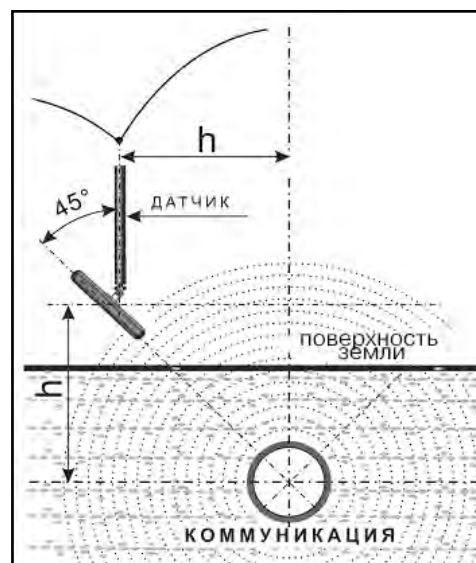

Рис. 7.1
2. При положении антенны ЭМД перпендикулярном трассе и под углом 45° к поверхности земли, минимум сигнала наблюдается на удалении от точки «над трассой», равном глубине залегания коммуникации, когда ось антенны пересекает ось трассы. Это косвенный метод измерения глубины залегания коммуникации (рис. 7.1).